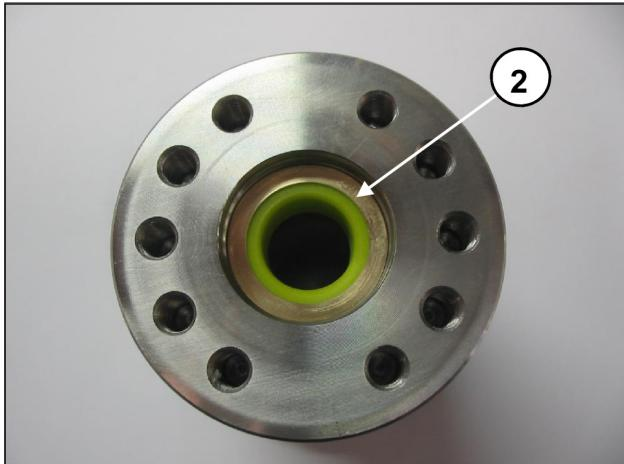
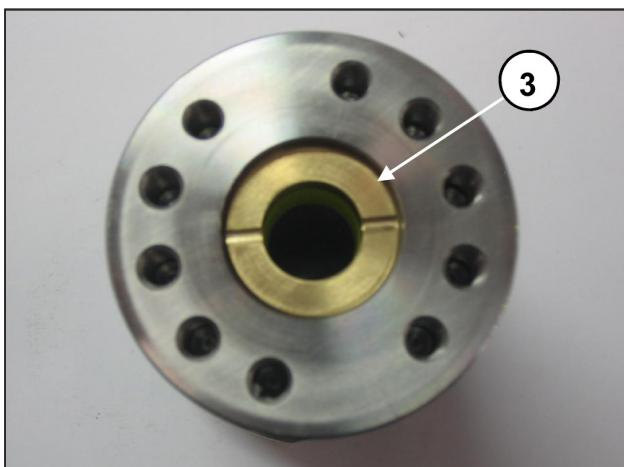
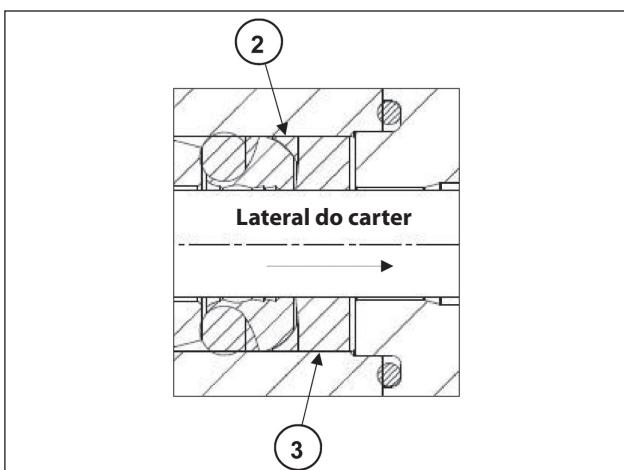

Fig. 41
Fig. 42
Fig. 43
- Introduza o anel anti-extrusão ② e a bússola de vedação ③ posicionados, conforme as Fig. 41, Fig. 42, Fig. 43.
- !** A bússola das vedações ③ deve ser introduzida na camisa com as descargas viradas para o exterior (lateral do carter), conforme indicado nas Fig. 42 e in Fig. 43.